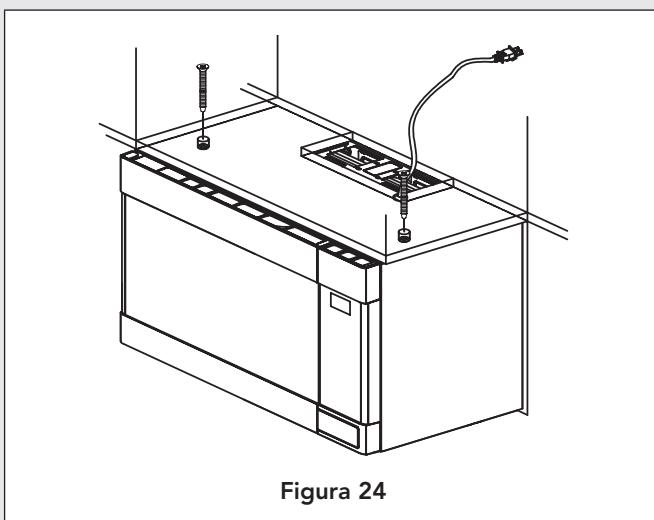

Figura 24
- Apriete los tornillos hasta que se cierre el espacio entre el gabinete superior y el horno de microondas. Consulte la Figura 24.